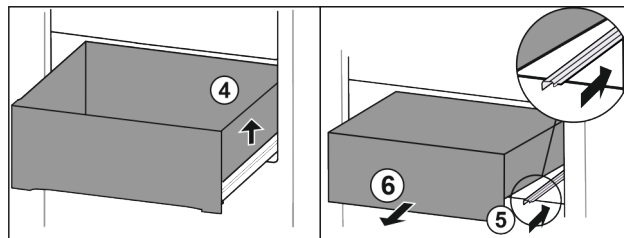

Fig. 90
- ▶ Повдигнете чекмеджето отляво. Fig. 90 (4)
- ▶ Вкарайте дясната релса. Fig. 90 (5)
- ▶ Извадете чекмеджето напред. Fig. 90 (6)